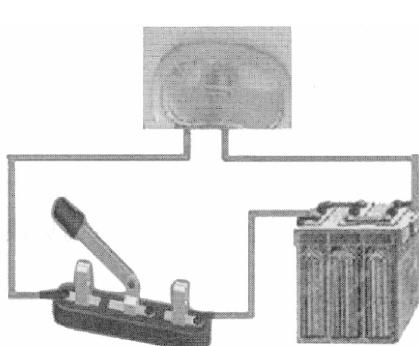
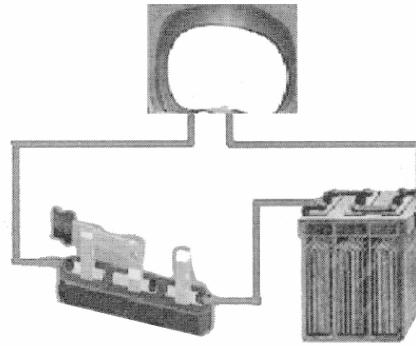

图 3-11 连接导线
图 3-12 闭合电路——灯亮
(2) 电路的安装。
- ① 把蓄电池、顶灯、开关按需要位置放置。
- ② 从蓄电池正极开始，依次接上导线，如图 3-11 和图 3-12 所示。